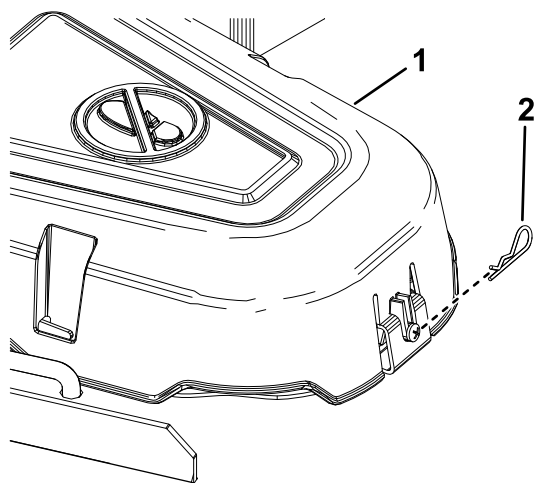

**Bild 54**
4. Entfernen Sie den Haarnadelsplint und drücken Sie die Lasche am Deckel hinein, um die Riemenscheibenabdeckungen zu entfernen (**Bild 54**).